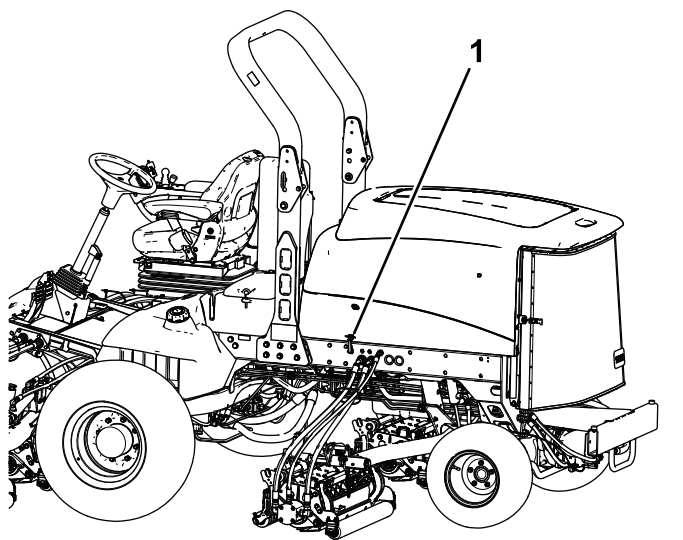

Figure 66
1. Ouvrez les loquets (Figure 66) du capot et faites pivoter celui-ci pour l'ouvrir.